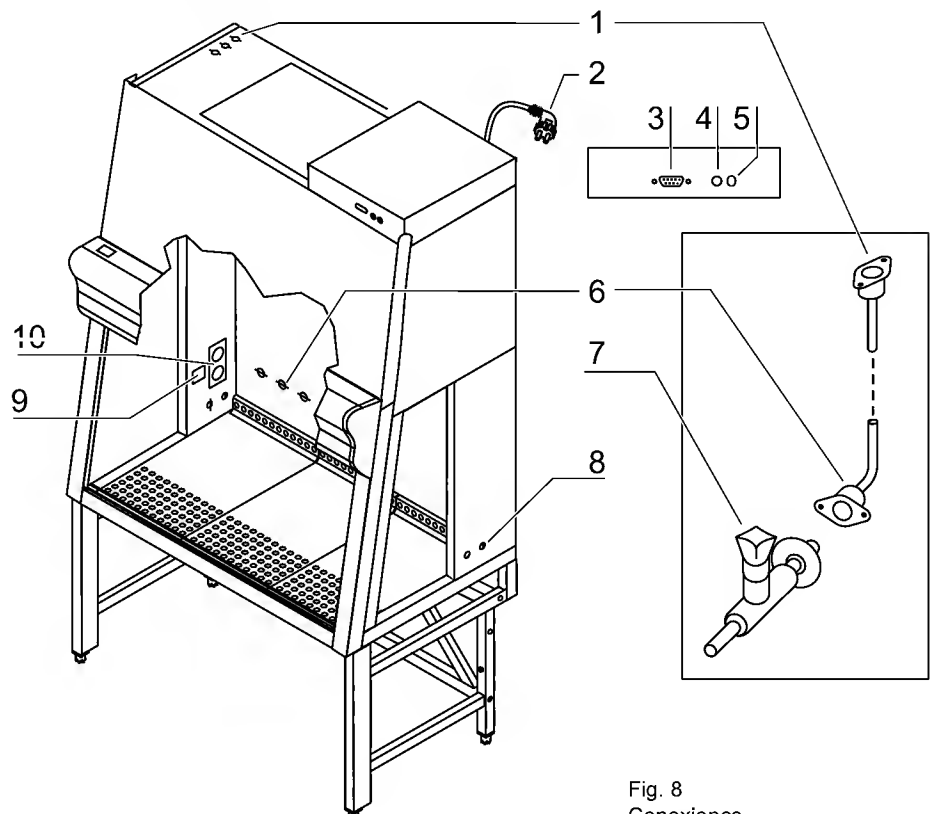

Fig. 8
**Fig. 8:** el equipamiento estándar está formado por tomacorrientes [10] para el suministro eléctrico interno y también en cada lado hay guías para cables y conductos [8]. Todas las demás conexiones se suministran opcionalmente y también se pueden equipar en un momento posterior.